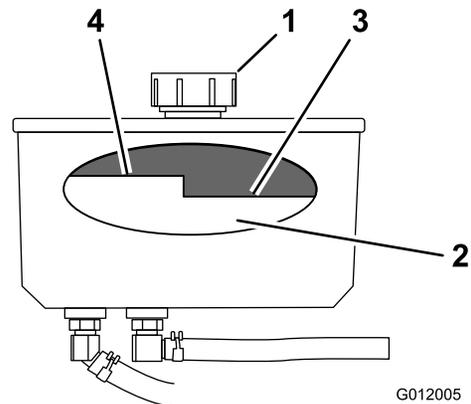

Figura 74
4. Limpie alrededor del cuello de llenado y el tapón del depósito de aceite hidráulico (Figura 74).
5. Retire el tapón del cuello de llenado. Mire dentro para comprobar el nivel de aceite en el depósito. (Figura 74).
Nota: El nivel de aceite debe estar por debajo del nivel caliente del tabique cuando el aceite está caliente (Figura 74).